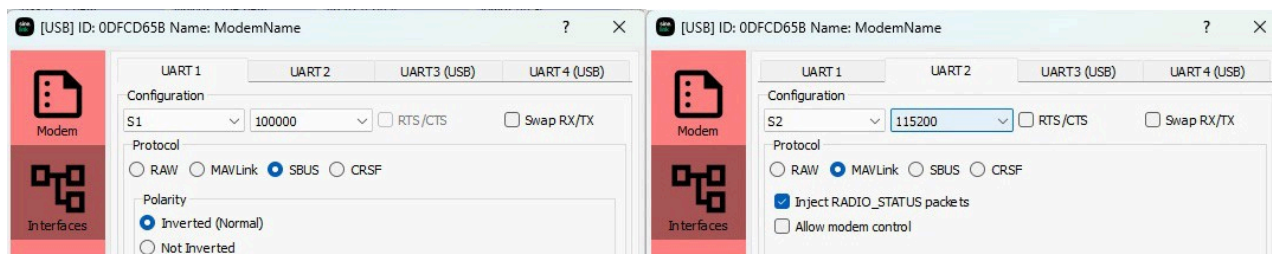

Рисунок 106. Настройка интерфейсов модуля Master
- UART1 (рис. 106) установите Configuration – S1 и 100 000, активируйте SBUS и Inverted (Normal);